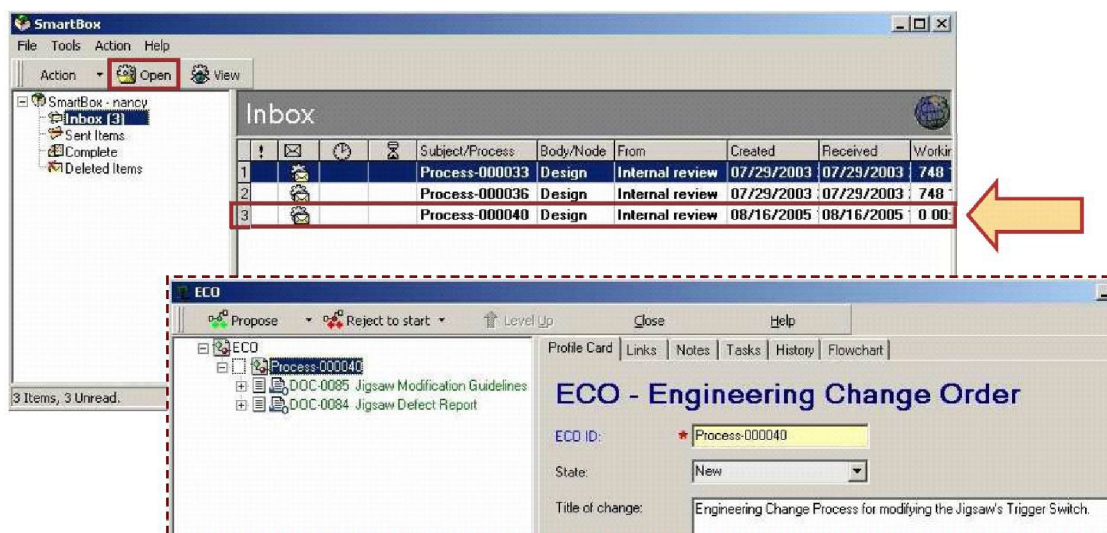

Рис. 61. Открытие процесса, запущенного Джо
- Выберите последний процесс (запущенный Джо) и нажмите «Open» (рис. 61).